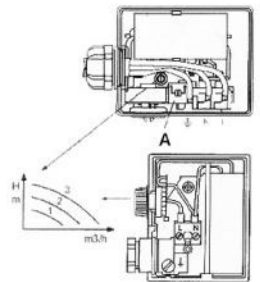

рис. 7
Для замены конденсатора, снимите зажим, закрепляющий провода конденсатора (рис. 7 (A)); вытащите их и введите провода нового конденсатора. Характеристики указаны шильдике ( $\mu\text{F}$ ). Надавите на зажим, чтобы их зафиксировать.